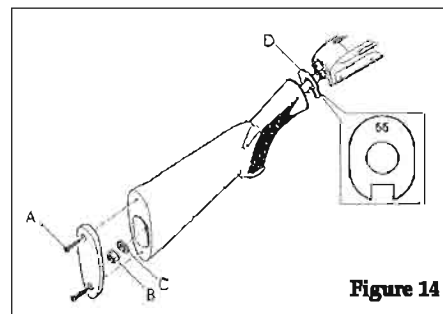

Figure 14
- Con una chiave a tubo esagonale (da 6mm) svitare il dado B di serraggio del calcio ed estrarlo unitamente alla rondella elastica C. Si potrà così rimuovere il calcio ed inserire la piastrina desiderata tra la carcassa ed il calcio stesso (see figure 14).
To change the drop, follow these instructions (see figure 14)